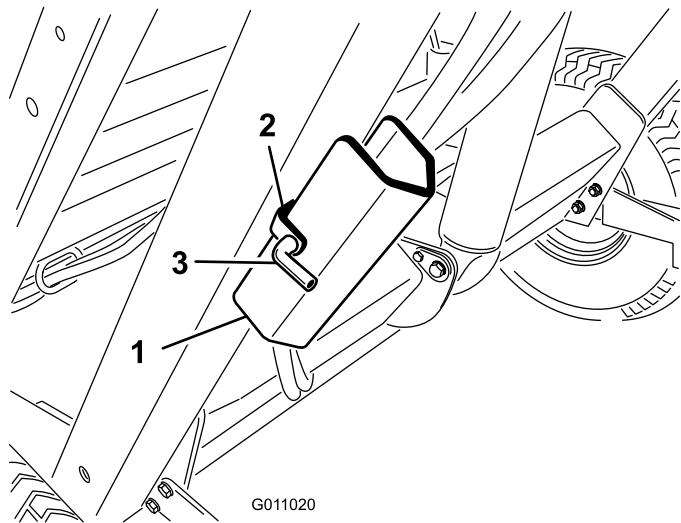

Bild 23
2. Nehmen Sie den Splint und den Stift ab, mit denen die Sicherheitsstütze an der Lagerhalterung am Kehrmaschinenrahmen befestigt ist (Bild 23). Nehmen Sie die Sicherheitsstütze ab.